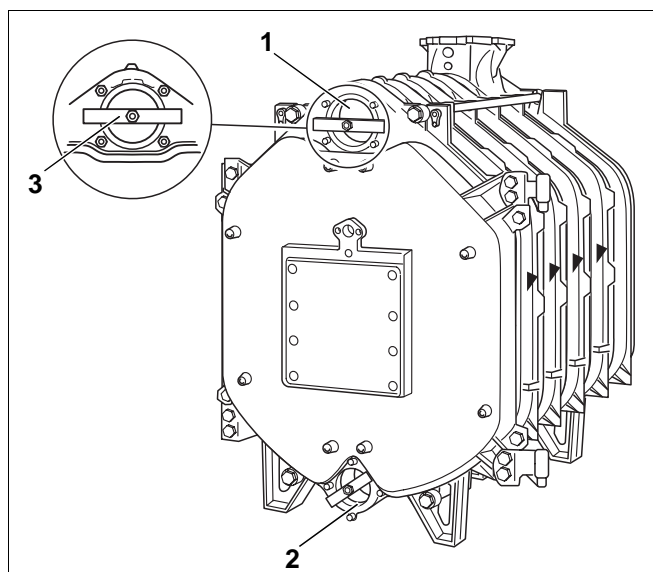

Рис. 19
- После выверки котла удалить из верхней и нижней ступиц (рис. 19, поз. 1 и 2) транспортные крепления (рис. 19, поз. 3).